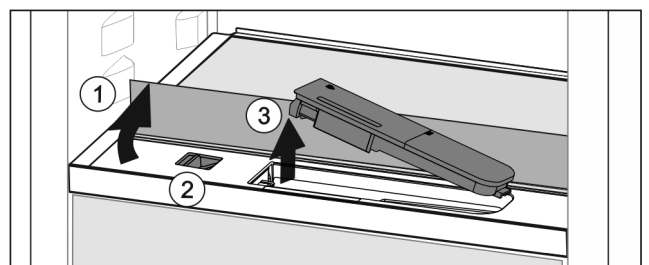

Fig. 127
- ▶ Levante la plancha de cristal y plieguela hacia atrás hasta que haga tope *Fig. 127 (1)*.
- ▶ Desplace el control deslizante *Fig. 127 (2)* hacia la izquierda.
- ▶ Retire el depósito de agua *Fig. 127 (3)*.